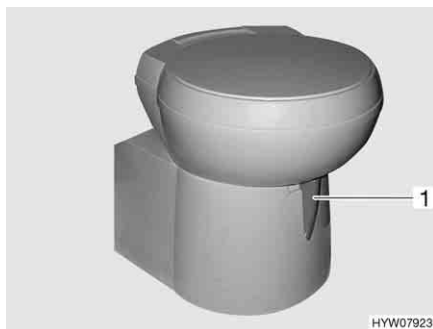

Fig. 161 Tazza del WC Thetford, orientabile
- Prima di tirare l'acqua, aprire il cursore della toilette Thetford. A tal fine girare la leva del cursore (Fig. 161,1) in senso antiorario.
- Girare la leva del cursore (Fig. 161,1) in senso orario. Il cursore viene chiuso. Per svuotare il cursore **deve** essere chiuso nella toilette Thetford.